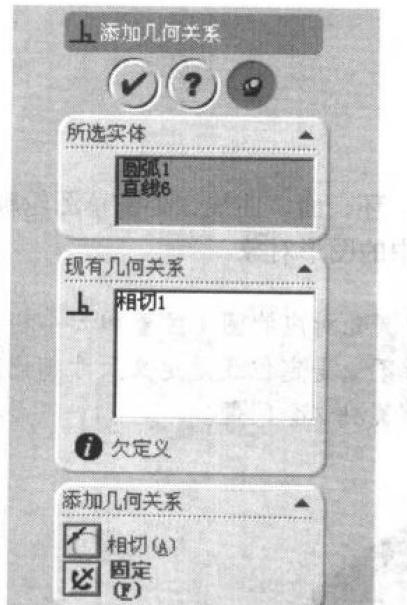

图 1-6 添加几何关系对话框
(4) 下面将两直线夹角处的圆定义成和这两条直线相切，也就是定义圆和直线之间的几何关系。选择“添加几何关系”命令，在屏幕左侧系统出现如图 1-6 所示的“添加几何关系”对话框。
(5) 选择该圆，接着选择一条直线，“添加几何关系”对话框中将自动选中“相切”选项，按“确定”按钮就完成了相切关系的定义。用同样的方法定义该圆和另一条直线的相切关系。